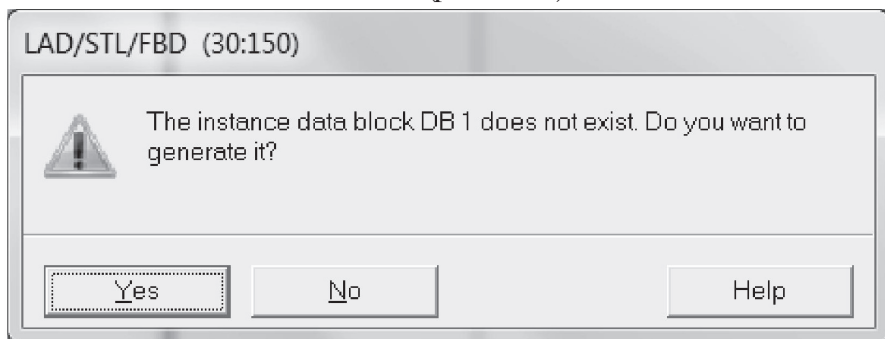

Рис. 2.22. Создание экземплярного блока данных
11. Вместо знаков ??? задаем имя экземплярного блока данных DB1 и нажимаем Enter. После этого появляется окно с информацией о том, что данный экземплярный блок данных не создан и предлагается создать его. Нажимаем YES (рис. 2.22).